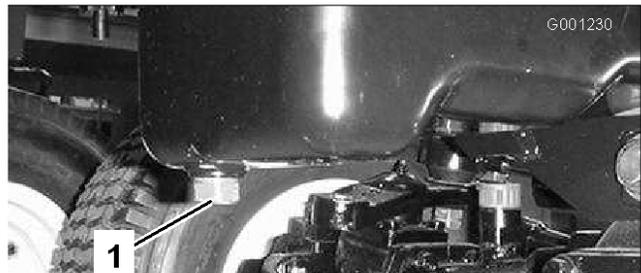

図 48
3. オイルパンの下についているドレン・プラグの下に廃油受けをおく（図 48）。